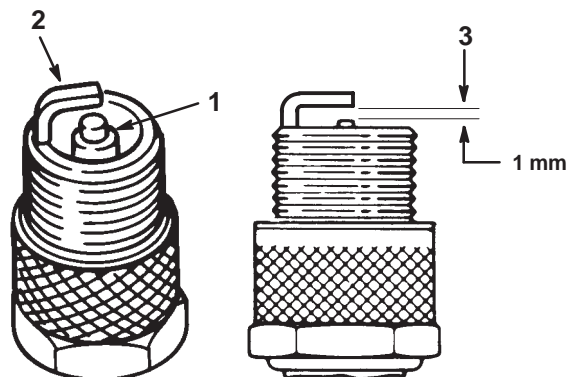

Figure 21
1. Inspectez le centre des bougies (Fig. 21). Si le bec de l'isolateur est recouvert d'un léger dépôt gris ou brun, le moteur fonctionne correctement. S'il est couvert d'un dépôt noir, c'est généralement signe que le filtre à air est encrassé.
2. Contrôlez l'écartement entre l'électrode centrale et l'électrode latérale (Fig. 21). Courbez l'électrode latérale (Fig. 21) si l'écartement est incorrect.